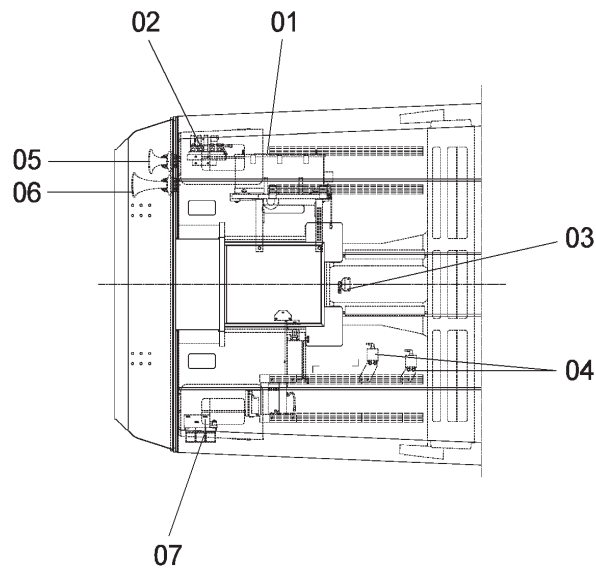

Figura 2-27. Bajo bastidor
- Coches motores M1 y M2 (figura 2-27).